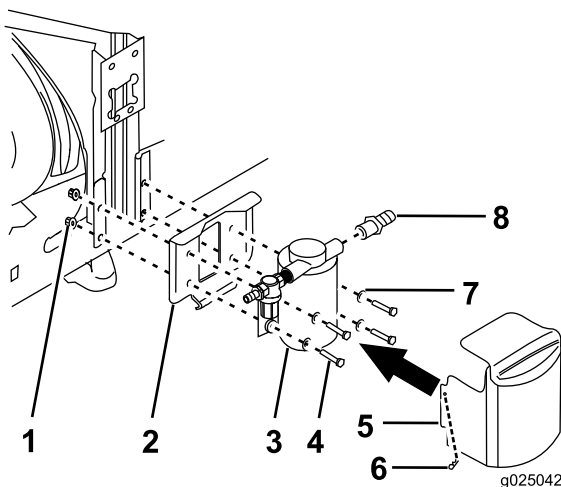

Figura 13
7. Fissate la pompa al telaio utilizzando la staffa di montaggio della pompa di lavaggio e 4 bulloni, 4 dadi flangiati whiz e 4 rondelle (Figura 13).